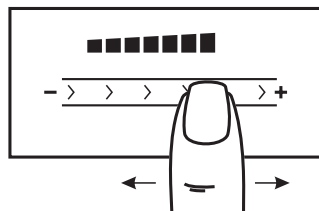

Рис.5
2. Выбор необходимого уровня мощности производится перемещением пальца по специальной поверхности ④ - «скользящая кнопка» (рис. 5). Когда уровень мощности меняется, звучит сигнал, а в окне выбранной конфорки отображается мощность от «0» до «9» и «P».
1. Работавшую конфорку касанием зоны ② перевести в режим управления.
2. Перемещая палец по поверхности ④ - «скользящая кнопка» измените режим нагрева конфорки (рис. 5).